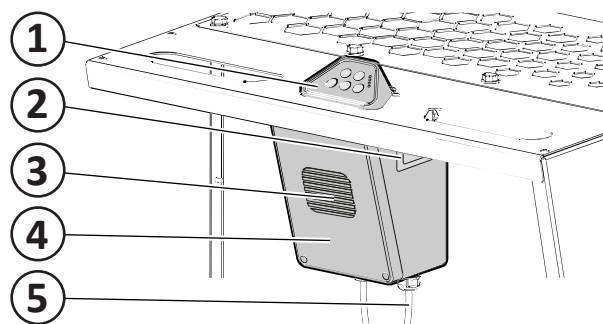

Fig. 18
Consulte la **Fig. 18**.
El lado de manejo (**Fig. 18**) aloja el tablero de mandos (1), un contador (2) para el tiempo de funcionamiento, una alarma acústica (3), así como una caja de control y de conexiones (4). El lado de manejo también tiene alberga asas para el traslado y un enchufe de 230 V (5) con 5 metros de cable.